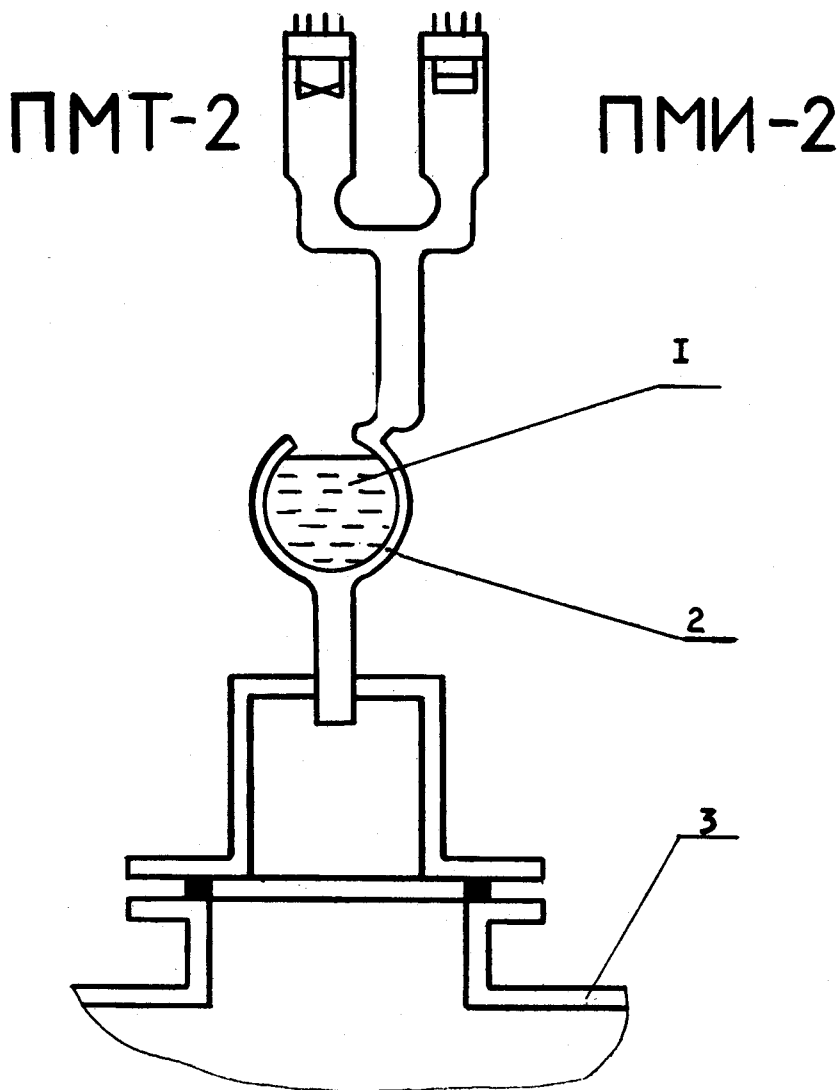

Рис. 3. Схема установки датчиков для измерения остаточных давлений: 1 — жидкий азот, 2 — ловушка лампы, 3 — насос.
6.6 Для этого необходимо снять с всасываемой оливки зажим и заглушку, установить фланец, находящийся в ЗИП, установить зажим и соединить фланец с технологическим колпаком, имеющим спаренные монометрические преобразователи ПМТ-2 и ионизационный ПМИ-2 (рис. 3).